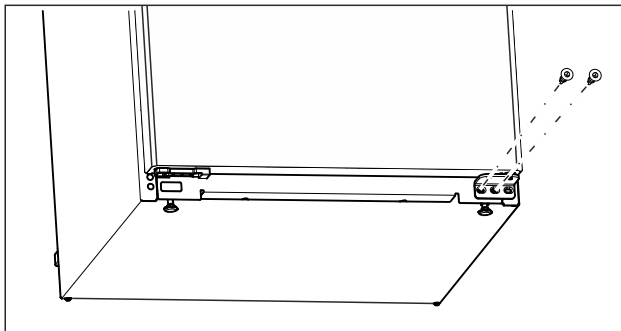

Fig. 10
- Skruva ur den mellersta skruven på undre lagerboken med skruvmejsel Torx 20. (se Fig. 10)
- Skruva ur den invändiga skruven på undre lagerboken med skruvmejsel Torx 20. (se Fig. 10)